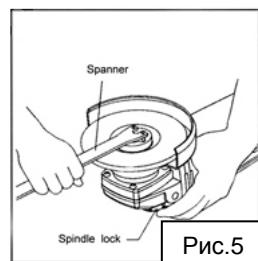

Рис.5
- Нажмите кнопку стопора вала, слегка проверните приводной вал до фиксации. Затяните наружный фланец при помощи ключа для наружного фланца (Рис.5).